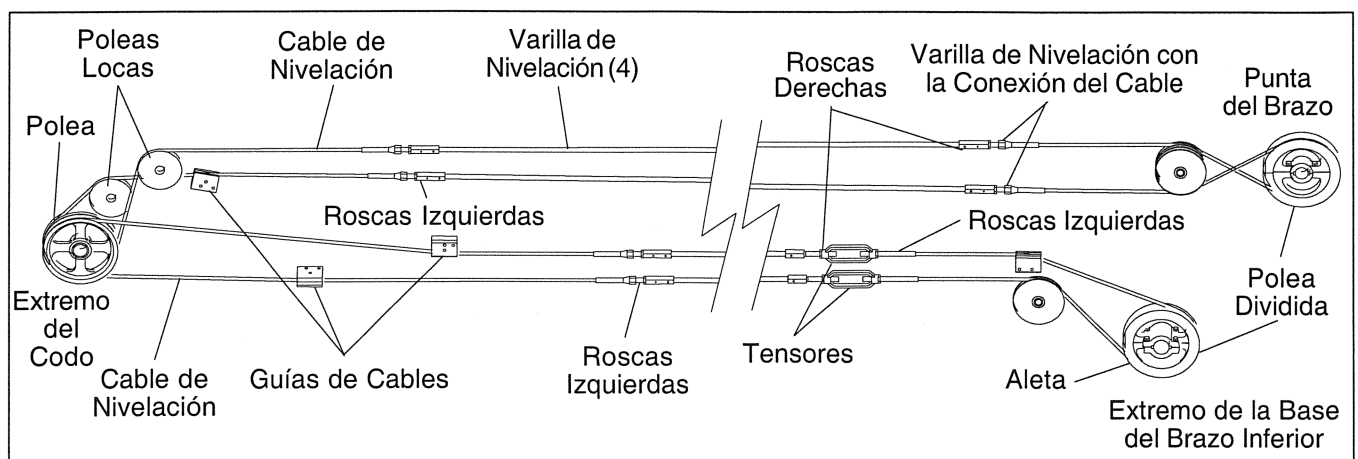
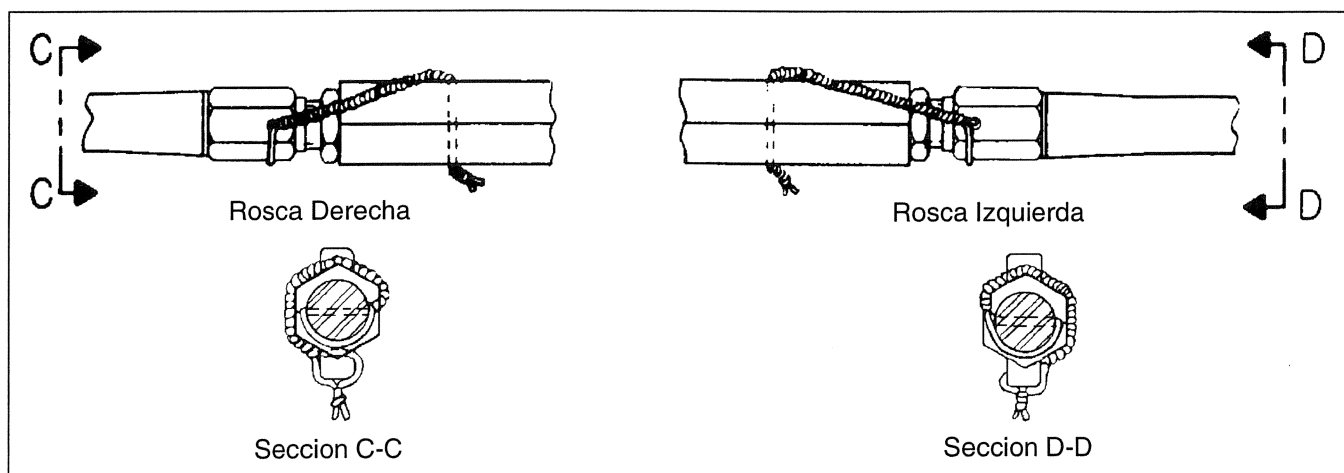

Figura 6.7 — Montaje del Sistema de Nivelación
Figura 6.11 — Conexión Pértica de Nivelación/Cable
Antes de hacer cualquier intento de quitar o cambiar cables de nivelación o rodillos, debe estudiarse profundamente la Figura 6.7. Es muy importante que se sigan los procedimientos correctos para asegurar la ruta correcta de los cables para un operación segura. Durante el cambio de cables se requerirán varias inspecciones. Se recomienda fuertemente que todas las piezas se cambien por piezas genuinas Altec. La sustitución por piezas inferiores puede conducir a condiciones peligrosas.
4. Quite todas las cubiertas de acceso a los brazos. Esto permitirá el acceso al sistema de nivelación, el cual está alojado dentro de los brazos. Quite los sujetadores de los cables de las poleas locas en el codo y en la base del brazo inferior (ver Figura 6.7).
7. Trabajando desde el codo, hale los cables que están unidos a las varillas de nivelación del brazo inferior para exponer el cable a las conexiones de la pértica (ver Figura 6.11). Desconecte los cables de las pérticas.
11. Hale el cable y las pérticas fuera del brazo superior lo suficientemente lejos para exponer el cable de la punta del brazo a las conexiones de la pértica de nivelación (ver Figura 6.11). Desconecte la pértica de nivelación de las conexiones del cable en la punta del brazo. Utilizando un gancho, baje la punta del brazo hasta el piso.
- Asegure los cables de nivelación del codo a las pérticas de nivelación del brazo superior y asegure con alambre como se ilustra en la Figura 6.11. Deslice las pérticas de nivelación superiores en el brazo superior. Alcance dentro de la punta del brazo superior y hale los extremos de la pértica de nivelación fuera de la punta del brazo.
- Envuelva el cable de nivelación de la punta del brazo alrededor de las poleas de la punta del brazo (ver Figura 6.7). Ubique el cable alrededor de la polea dividida de la punta del brazo de manera que cuando se ensamble, el anclaje se ubique como se muestra en la Figura 6.7, hacia el interior de la punta del brazo.
- Conecte el cable de nivelación de la punta del brazo a las pérticas de nivelación del brazo superior y asegure con alambre como se ilustra en la Figura 6.11. Reinstale la punta de la pluma en el brazo superior. Haga que un compañero de trabajo guíe el cable de nivelación del extremo del codo y las pérticas
- Ubique el cable de nivelación del codo sobre las poleas locas pequeñas como se ilustra en la Figura 6.7 y en la Figura 6.12. Reinstale los sujetadores de cables en el extremo del codo del brazo superior.
- Deslice las pérticas de nivelación del brazo inferior parcialmente dentro del brazo inferior. Reconecte los extremos de la pértica de nivelación del brazo inferior a los cables del codo y asegure con alambre como se ilustra en la Figura 6.11. Deslice las pérticas dentro del brazo inferior mientras guía el cable del codo a su posición como se ilustra en la Figura 6.7. Coloque de nuevo los sujetadores de cable en el codo del brazo superior.
- Coloque el cable del extremo de la base del brazo inferior como se ilustra en la Figura 6.7. Envuelva el cable alrededor de la polea dividida de manera que cuando la polea sea ensamblada de nuevo, el anclaje esté ubicado como se ilustra en la Figura 6.7, hacia el interior del brazo inferior.
10. Ensamble de nuevo los tensores para conectar el cable del extremo de la base a las pérticas de nivelación del brazo inferior y asegure con alambre como se ilustra en la Figura 6.7. Remítase a la Figura 6.7 para asegurarse que las conexiones del cable a la pértica estén hechas correctamente. Coloque de nuevo la guía del cable en las poleas locas en la base del brazo inferior.